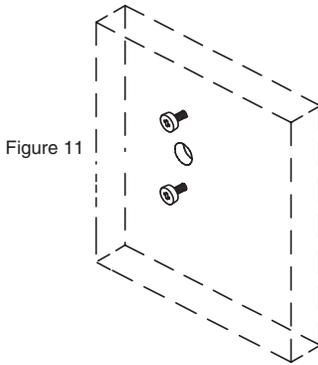

Figure 11
2. Posez les deux vis à épaulement 8-32 (système impérial) ou les deux vis à épaulement M4-0.7 (système métrique) à l'avant de la porte du coffre pour monter le dispositif d'entrée sur la porte (Figure 11).